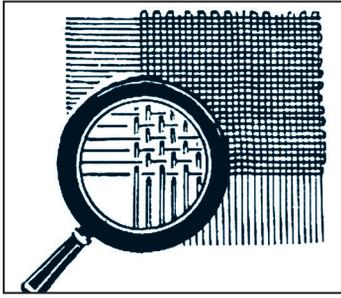

Рис.23. Долевые (натянутая основа ткани) и поперечные (уток ткани) нити.
4. Рассмотрев кусок ткани через лупу, определить вид долевых и поперечных нитей (рис.23).
4. Долевая нить ткани тоньше и глаже, а поперечная – толще и пушистее. Это хорошо видно через лупу (рис. 23).